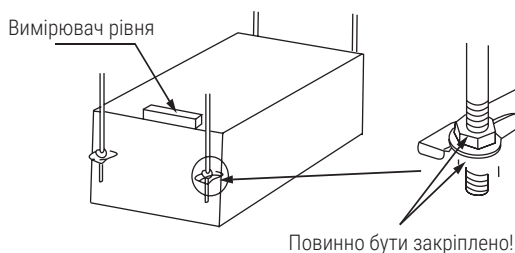

Рис. 3.7
- Перевірте горизонтальність основного корпусу за допомогою рівня (суворо забороняйте нахил у той бік, що без дренажу. Краще нахилити блок до дренажу). Див. рисунок 3.7.